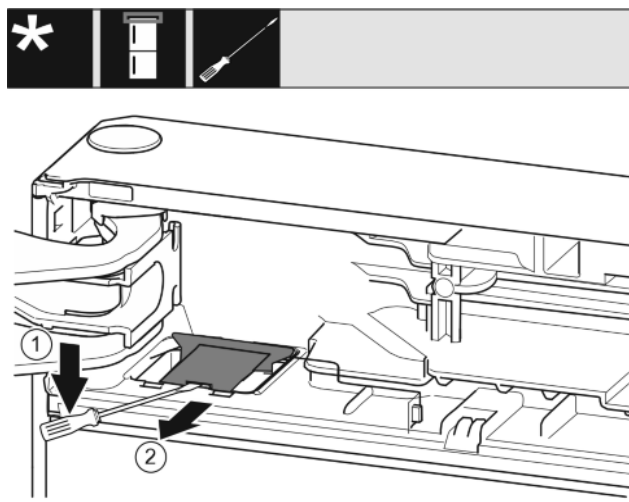

Fig. 8
- S ploščatim izvijačem iztaknite pokrov in ga dvignite. Fig. 8 (1)
- Pokrov vzemite ven. Fig. 8 (2)